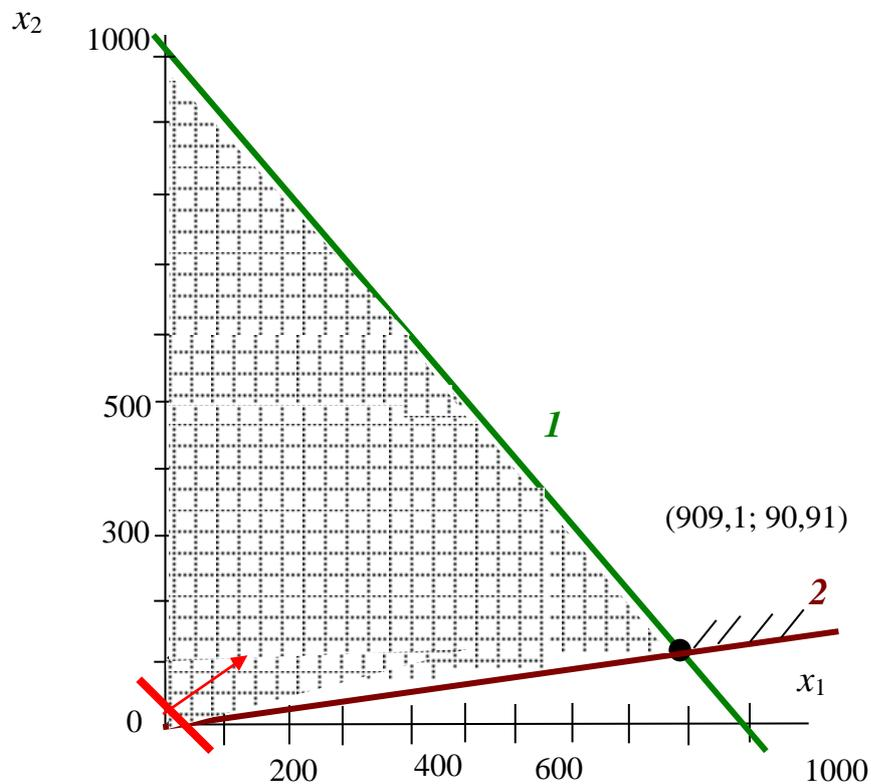

Рис. 2. Графическое решение задачи 2
**Решение модели.** Так как управляемых переменных всего две, решение модели найдем графически (рис.2).